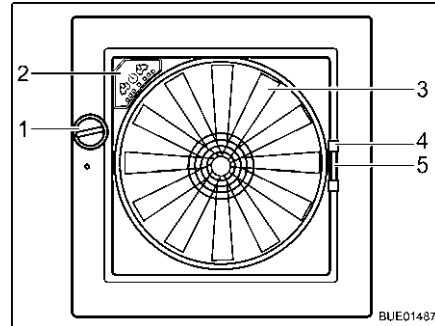

Fig. 89 Lanterneau Omni-Vent
**Ouvrir :** ■ Tourner le bouton rotatif (Fig. 89,1) jusqu'à ce que l'angle d'ouverture désiré soit atteint.
**Fermer :** ■ Tourner le bouton rotatif (Fig. 89,1) jusqu'à ce que le lanterneau soit entièrement fermé.
**Fermer :** ■ Tirer la moustiquaire par la poignée (Fig. 89,4) vers le côté de cadre opposé.
**Fermer :** ■ Presser la poignée (Fig. 89,5) du dispositif occultant.
**Ventilateur** Quand le lanterneau est ouvert, l'intérieur peut être aéré avec un ventilateur à 6 niveaux de puissance (Fig. 89,3). La commande du ventilateur s'effectue sur son panneau de commande (Fig. 89,2).